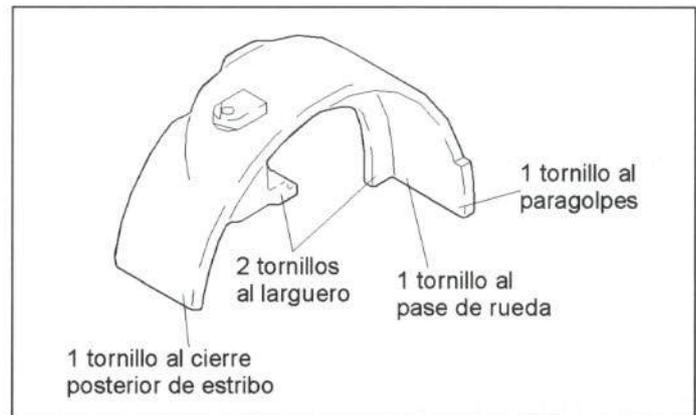

Figura 45.- Unión del guardabarros trasero
En la figura 45 se muestra la unión de esta pieza con el resto de la carrocería.
- Guardabarros (figura 45).